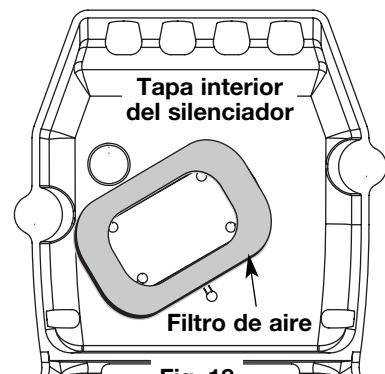

Fig. 18
2. Gire la tapa y ubique el filtro de aire dentro de la tapa del filtro de aire / silenciador (Fig. 18).
6. Cambie el filtro de aire dentro de la tapa del filtro de aire / silenciador (Fig. 18).